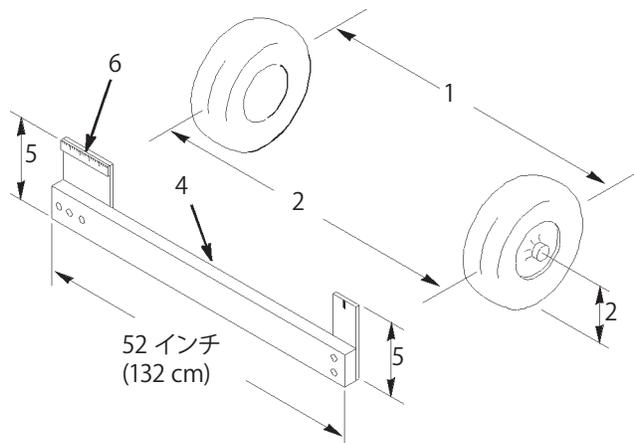

図48
4. 前輪の前と後ろで、左右のタイヤの中央線間距離を測る (図48)；計測はアクスルの高さで行う。前輪の後ろで、アクスルの高さで測定を行うには市販または手製のトーイン測定器が必要となる。前後の計測とも同じ道具を使用し、アクスルの高さで正しく測定すること (図48)。前後の計測値が同じか、前での測定値が0~6 mm 小さければよい。